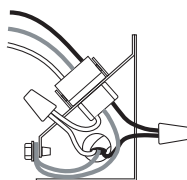

Figure 10 — Câblage correct
- Déposer le capot de câblage. À l'aide de connecteurs adaptés, câbler le caisson de ventilation comme sur la Figure 10.